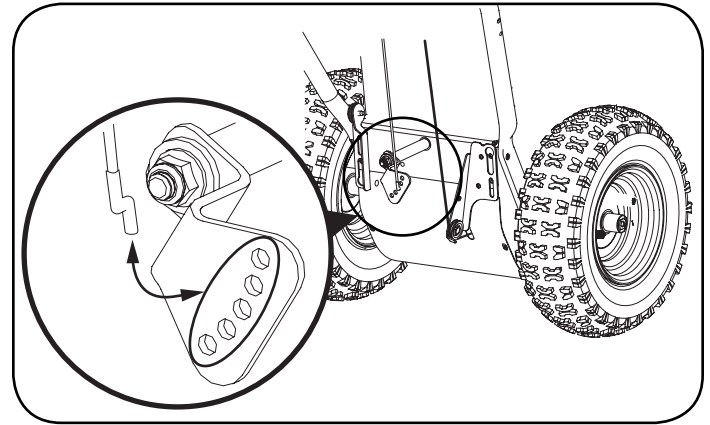

Figura 49
2. Eleve la ménsula divisora del cable de cambios (a) para que el cable quede flojo. Vea la Figura 49.